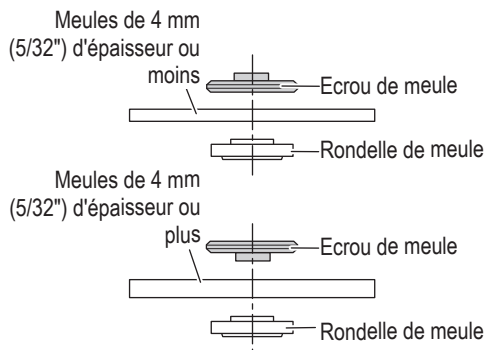

Fig. 21
- (1) Mettre la meuleuse à l'envers de façon que l'arbre soit dirigé vers le haut.
- (2) Aligner l'entaille de forme ovale de la rondelle de meule (E) avec l'encoche de l'arbre, puis les attacher.
- (3) Positionner la protubérance de la meule à tronçonner/diamantée sur la rondelle de la meule (E).
- (4) Visser l'écrou de meule sur l'arbre. Le sens de montage de l'écrou de meule varie en fonction de l'épaisseur de la meule. (Fig. 21)